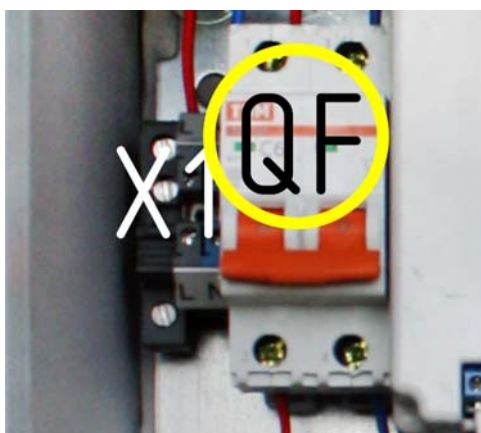

Рисунок 4.7
6. Перевести выключатель автоматический QF в положение включено (Рисунок 4.7).